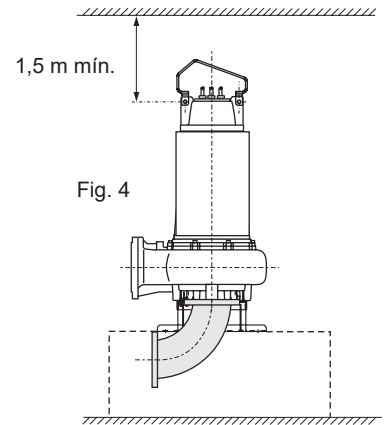

Fig. 4
- 1 - Electrobomba disposta com eixo rotor na vertical, sobre pé de sustentação próprio e curva flangeada na aspiração (fig.4). Para a movimentação da máquina, desmonte a alça e volte a instalá-la na outra posição; deste modo, quando a máquina é elevada, o seu eixo fica na vertical.